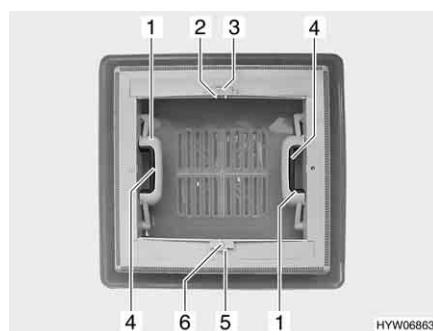

Fig. 20 Oblò a scatto
*Apertura:* ■ Premere la chiusura a scatto (Fig. 20,4) verso l'interno dell'oblò. Premere contemporaneamente verso l'alto l'oblò con la maniglia (Fig. 20,1).
*Chiusura:* ■ Tirare con forza verso il basso le due maniglie (Fig. 20,1) dell'oblò, fino a quando non scattano entrambe le chiusure.
*Chiusura:* ■ Premere l'arresto (Fig. 20,5) verso il lato esterno dell'oblò.
■ Tirare l'oscurante a rullo per la maniglia (Fig. 20,6) fino alla maniglia contrapposta della zanzariera a rullo (Fig. 20,2) e farla innestare.
*Apertura:* ■ Serrare la maniglia (Fig. 20,2). L'arresto si sblocca.
■ Ricondurre lentamente l'oscurante a rullo accompagnandolo con la maniglia (Fig. 20,6).
- Premere l'arresto (Fig. 20,3) verso il lato esterno dell'oblò.
- Tirare la zanzariera a rullo per la maniglia (Fig. 20,2) fino alla maniglia contrapposta dell'oscurante a rullo (Fig. 20,6) e farla innestare.
- Serrare la maniglia (Fig. 20,2). L'arresto si sblocca.
- Ricondurre lentamente la zanzariera a rullo accompagnandola con la maniglia (Fig. 20,2).